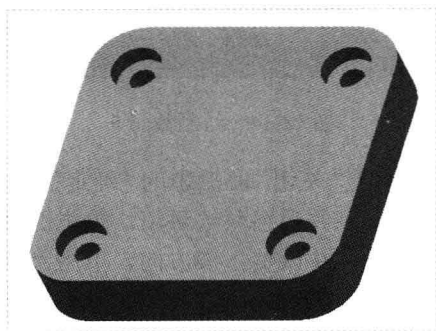

图 18-7 创建拉伸切除特征 2
Step 06 返回“拉伸”选项卡, 设置拉伸高度为 3, 并调整拉伸方向, 单击“移除材料”按钮 , 单击“应用并保存在工具中所做的所有更改, 然后关闭工具操控板”按钮 , 完成拉伸切除特征的创建, 如图 18-7 所示。